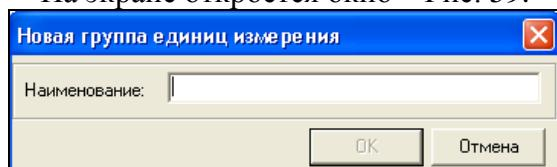

Рис. 59
- ✓ На экране откроется окно – Рис. 59.